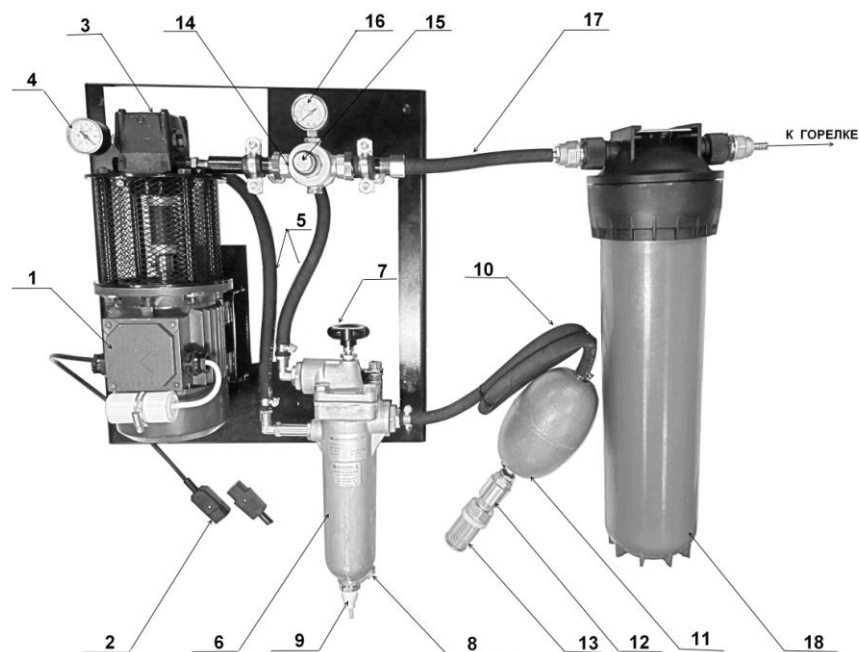
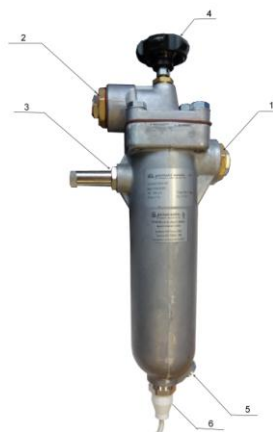
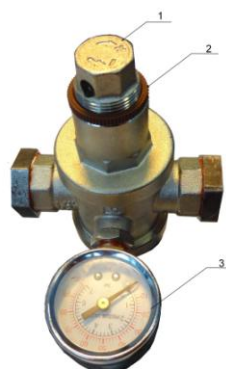

Рис. 15. Блок топливного насоса.
Рис. 16. Самоочищающийся фильтр.
Рис.17. Регулятор давления топлива.
Топливо забирается из расходного бака (*температура топлива не менее +12С*) топливным насосом (Рис.15 поз.3). Проходит через плавающий топливозаборник (Рис.15 поз.10) состоящий из сетчатого фильтра (Рис.15 поз.13), обратного клапана (Рис. 15 поз.12) , шлага 2 м и поплавка (Рис.15 поз.11). Затем топливо поступает на патрубок присоединения топливозаборника (Рис.16 поз.1),очищается в самоочищающемся фильтре и через патрубок подачи топлива (Рис.16 поз. 2) поступает в топливный насос (Рис.15 поз.3). Излишки топлива по трубопроводам циркуляции (Рис.15 поз.5) сбрасываются в самоочищающийся фильтр (Рис.16 поз.3). Разряжение на всасе насоса измеряется вакууметром (Рис.15 поз.6). Если разряжение более 0,4 бар произведите очистку сетчатого фильтра (Рис.15 поз.13) и самоочищающегося фильтра (Рис.16) провернув 4-5 раз маховик фильтра (Рис.16 поз 4).
Из насоса (Рис.15 поз.3) топливо подается на регулятор давления топлива (Рис.15 поз.15), для увеличения давления поворачивайте регулировочный винт (Рис.17 поз.1) по часовой стрелке, для уменьшения против часовой. Давление топлива контролируйте по манометру (Рис.17 поз.3). После регулировки, зафиксируйте регулировочный винт (Рис.17 поз.1) контргайкой (Рис.17 поз.2). Давление топлива после регулятора давление должно быть 2-4 бар.
Далее топливо по топливопроводам (Рис.15 поз.17) проходит через фильтр тонкой очистки (Рис.15 поз. 18) и поступает в горелку.
***Ежедневно проворачивайте маховик самоочищающегося фильтра (Рис.16 поз.4) 4-5 раз. Не реже одного раза в неделю сливайте конденсат и отложения, отвернув дренажную заглушку (Рис.16 поз.5)***
При сильном загрязнении фильтра на всасе топливного насоса (Рис.17 поз.13), самоочищающегося фильтра (Рис.17 поз.6), фильтра топливного насоса (Рис. 20 поз.3), фильтра тонкой очистки (Рис.17 поз.18) возрастает усилие на валу насоса, что ведет к перегреву и выходу из строя электродвигателя и топочного автомата. Для предотвращения данной ситуации в электрическом шкафу горелки (Рис.6 поз.1) установлен автомат с надписью «НАСОС», который при увеличении токовой нагрузки отключит электродвигатель топливного насоса.
***При срабатывании автомата «НАСОС» немедленно произвести чистку фильтра на всасе топливного насоса (Рис.17 поз.13), самоочищающегося фильтра (Рис.17 поз.6), фильтра топливного насоса (Рис. 20 поз.3), замену картриджа фильтра тонкой очистки (Рис.17 поз.18).***
3.5.2. Заполните топливом всасывающий трубопровод, самоочищающийся фильтр, насос, фильтр тонкой очистки и топливный бак Горелки. Для чего в комплекте топливного насоса предусмотрен кабель с вилкой прямого питания от сети 220 В, соедините кабель с разъемом топливного насоса (Рис.15 поз.2). На топливном баке Горелки есть кран сброса воздуха (Рис. 6 поз. 12). Подключите топливный насос напрямую к сети 220 В и откройте кран сброса воздуха. Когда топливная система заполнится, через шланг начнет стекать масло с пузырьками воздуха. После удаления воздуха закройте кран (Рис. 6 поз. 12). Питание насоса подключите по постоянной схеме.
- следить за показаниями вакуумметра на топливном насосе. При разрежении минус 0,4 бар необходимо очистить фильтр на входе насоса (Рис. 15 поз 13) и провернуть 5-6 раз маховик самоочищающегося фильтра;
- проворачивать маховик самоочищающегося фильтра (Рис.16 поз.4) 5-6 раз один раз сутки, даже если горелка не эксплуатируется;
- не реже, чем 1 раз в неделю сливать конденсат и грязь из самоочищающегося фильтра, отвернув дренажную заглушку (Рис.16 поз.5)
- при падении давления топлива манометре на 0,05 бар (Рис.7 поз.15) проверить состояние фильтра насоса (Рис.17 поз.3) выполнить очистку фильтра топливного насоса п.4.5.1, произвести замену фильтрующей вставки (Рис.21 поз.3) фильтра тонкой очистки п.4.5.2;